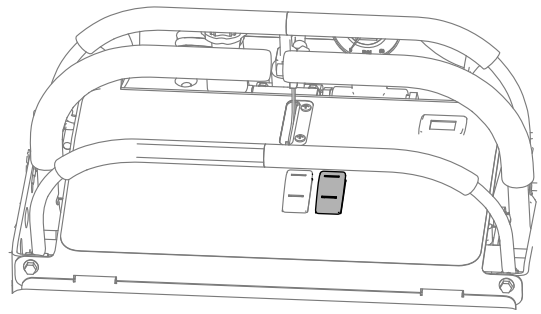

Figura 20
2. Encienda la bomba de pulverización (Figura 20).